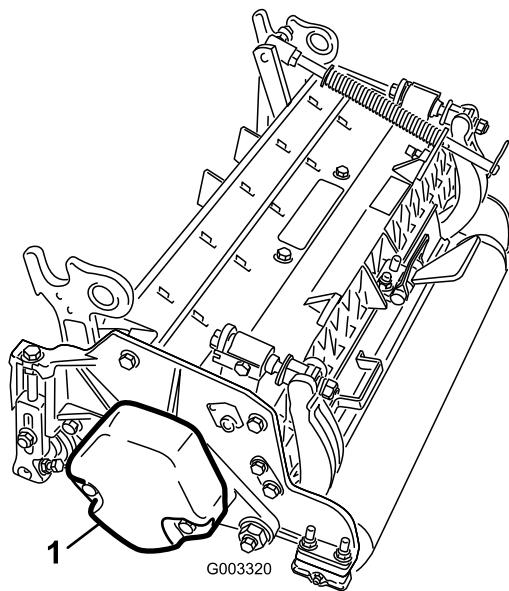

Bild 4
4. Stellen Sie sicher, dass der Gegenballast (**Bild 4**) am richtigen Ende der Schneideinheit montiert ist, siehe die *Bedienungsanleitung* der Schneideinheit.